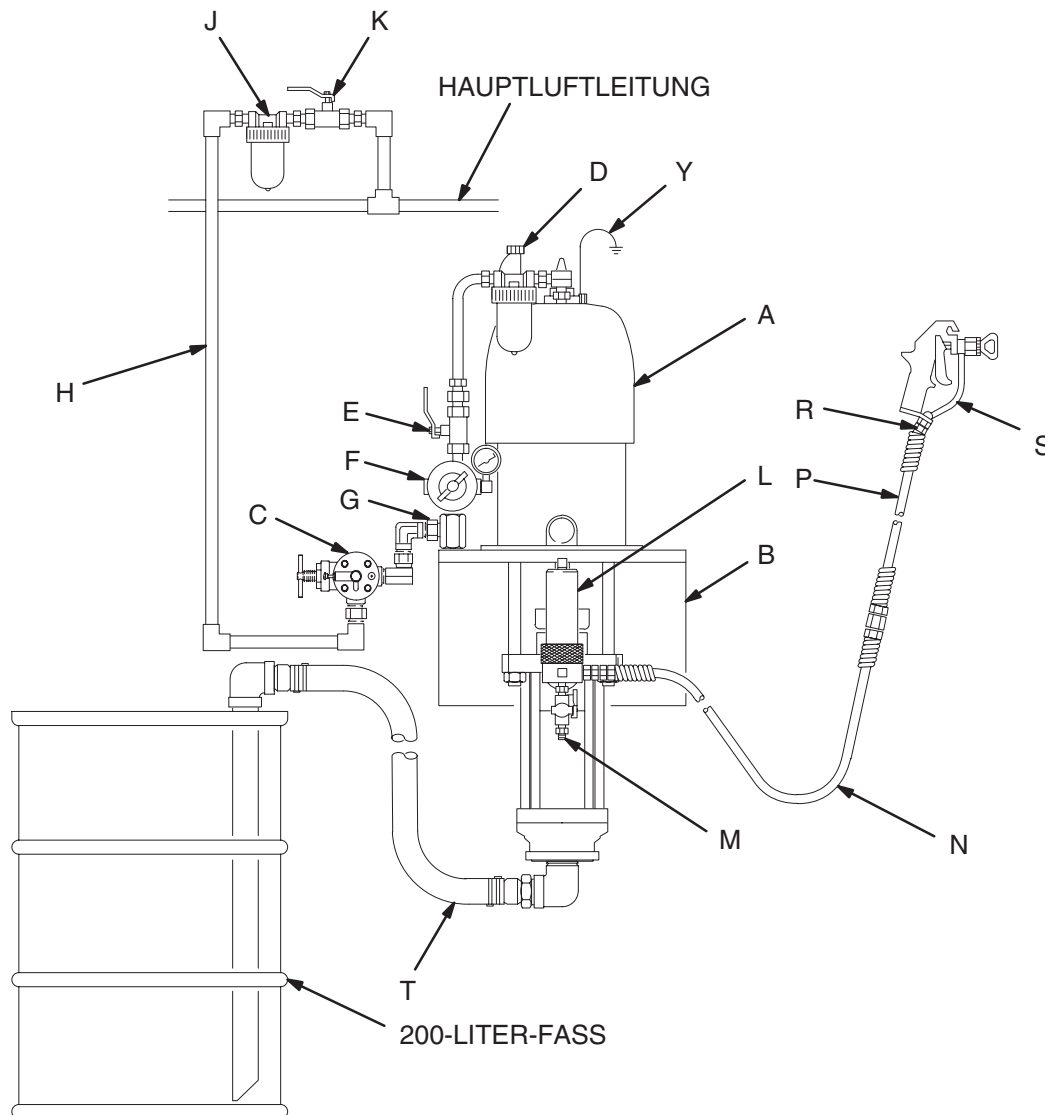

Abb. 3
Abb. 3 stellt nur eine Hilfe für die Auswahl und den Einbau von Systemkomponenten und Zubehörteilen dar. Der Graco-Händler hilft gerne bei der Zusammenstellung eines Systems, das Ihren besonderen Anforderungen entspricht.
Die Montage der Pumpe (A) muss der geplanten Installation des Systems entsprechen. Abb. 3 zeigt ein System, das auf einem Fahrgestell montiert ist. Für Pumpenabmessungen und Montagebohrungen siehe Seite 40 und 41.
Die nachfolgenden Zubehörteile so installieren, wie dies in der Abb. 3 gezeigt wird. Falls nötig, Adapter verwenden.
Die folgenden Zubehörteile an den in Abb. 3 gezeigten Stellen installieren und bei Bedarf Adapter verwenden:
- Ein **Materialfilter (L)** mit einem 60 Mesh (250 Mikron) Element aus Edelstahl zum Filtern von Partikeln aus dem Material, wenn dieses aus der Pumpe austritt. Der Filter enthält einen **Druckentlastungshahn (M)**, der im System zum Entlasten des Drucks in Schlauch und Pistole benötigt wird (siehe **WARNUNG** links).
- Eine **Pistole oder ein Dosierventil (S)** zum Verteilen des Materials. Die in Abb. 3 gezeigte Pistole ist eine Airless-Spritzpistole für Materialien mit leichter bis mittlerer Viskosität.
- Ein **Pistolendrehgelenk (R)** gibt der Pistole mehr Bewegungsfreiheit.
- Ein **Ansaugsatz (T)** ermöglicht es der Pumpe, Material aus einem 200-Liter-Faß anzusaugen.
- Einen Materialfilter (L) mit einem 60 Mesh (250 Mikron) Element aus Edelstahl zum Filtern von Partikeln aus dem Material, wenn dieses aus der Pumpe austritt. Der Filter enthält einen Druckentlastungshahn (M), der im System zum Entlasten des Drucks in Schlauch und Pistole benötigt wird (siehe **WARNUNG** links).
- Eine Pistole oder ein Dosierventil (S) zum Auftragen bzw. Ausstoßen des Materials. Die in Abb. 3 gezeigte Pistole ist eine Airless-Spritzpistole für Materialien mit leichter bis mittlerer Viskosität.
- Ein Pistolendrehgelenk (R) gibt der Pistole mehr Bewegungsfreiheit.
- Ein Ansaugsatz (T) ermöglicht es der Pumpe, Material aus einem 200-Liter-Faß anzusaugen.